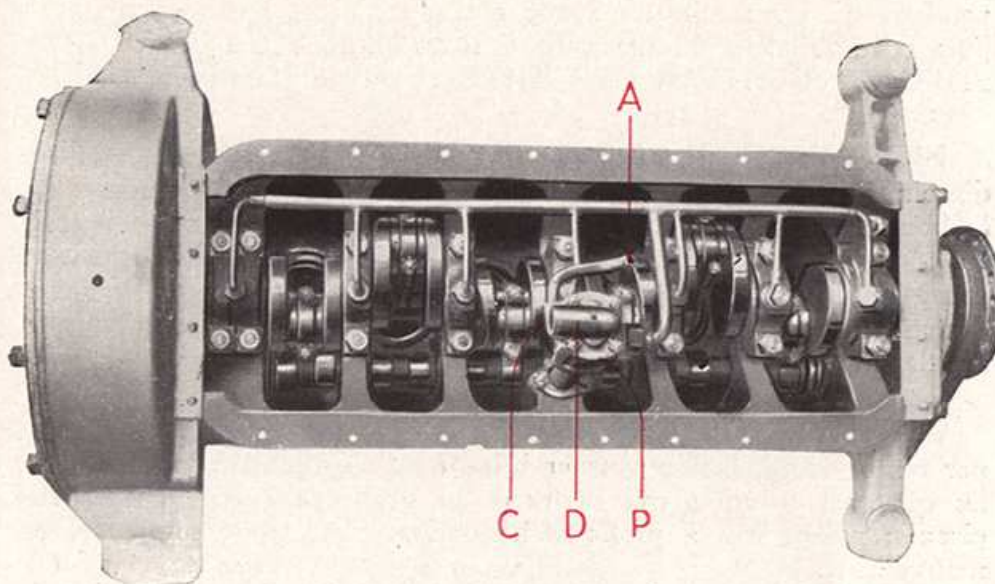

Fig. 5.
SÉCURITÉ DU GRAISSAGE. — La pompe volumétrique (P), facilement démontable, est munie, sur son refoulement, de la bille dynamométrique (D), qui règle la pression d'huile refoulée. Le ressort antagoniste est taré une fois pour toutes aux usines, par le serrage convenable du bouchon goupillé (C) (*Fig. 5*).